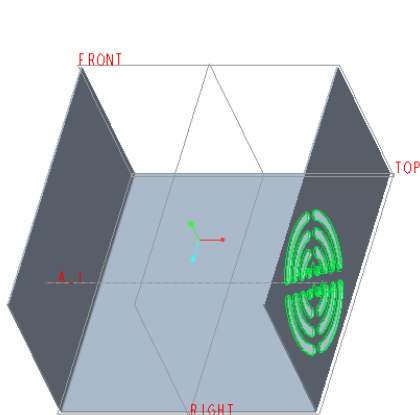

图 6-69 完成整个风扇通风口
(4) 在“阵列”选项卡中单击  (完成) 按钮, 得到的阵列结果如图 6-69 所示。